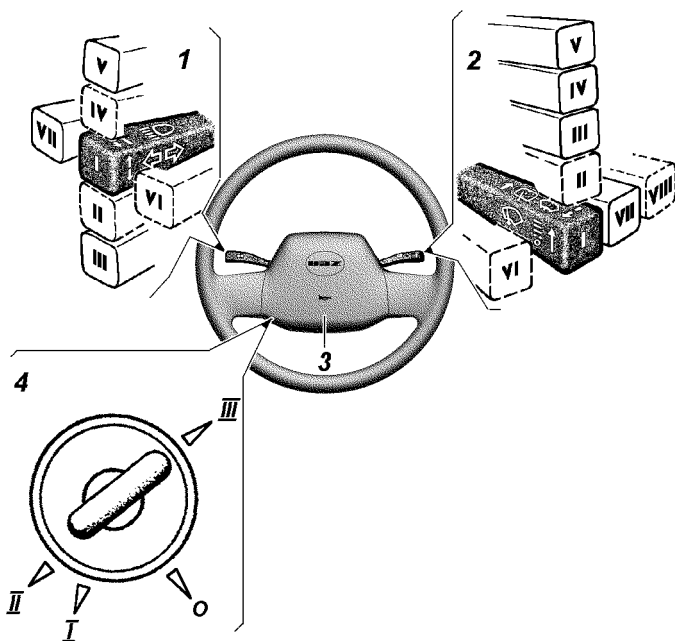

Рис. 3.3. Многофункциональные подрулевые переключатели и выключатель зажигания (наименование позиций см. в тексте)
- 2 -выключатель зажигания (см. рис. 3.3);
Многофункциональные подрулевые переключатели и выключатель зажигания (рис. 3.3):